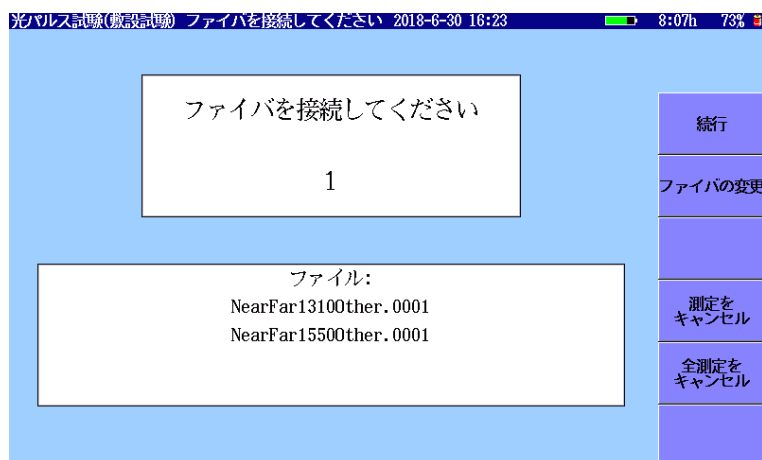

図 6.4-1 ファイバの接続画面
「図 6.4-1 ファイバの接続画面」で「続行」をタッチすると、アクセスマスタは、ファイバの試験を開始します。
6. ソフトキーの [続行] をタッチします。「図 6.4-1 ファイバの接続画面」が表示されます。